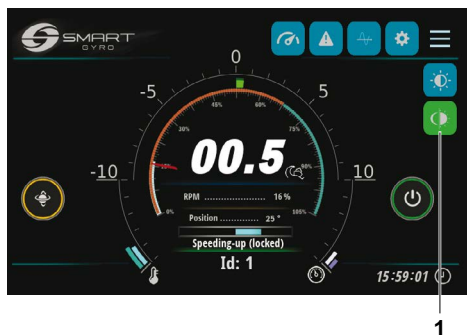

Figura 5
5. Premere l'icòna di selezione notte/giorno (Figura 5, (1)) per selezionare la velocità di funzionamento desiderata.